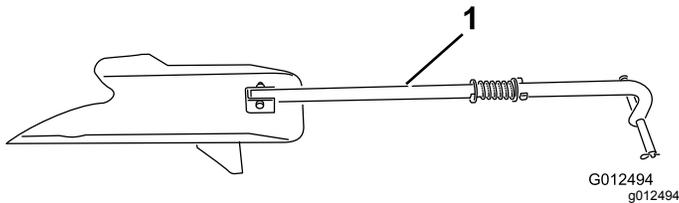
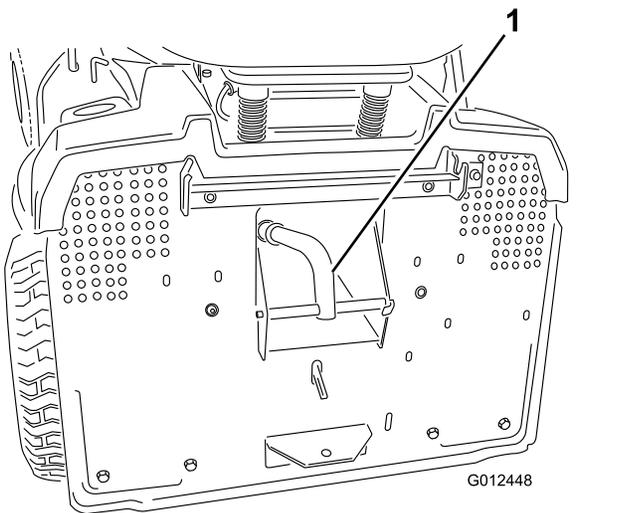

Figure 17
Figure 18
- Insérez l'obturateur de mulching (Figure 17) dans l'ouverture d'éjection à l'arrière de la machine, et accrochez-le dans l'orifice de la goulotte d'éjection (Figure 18).